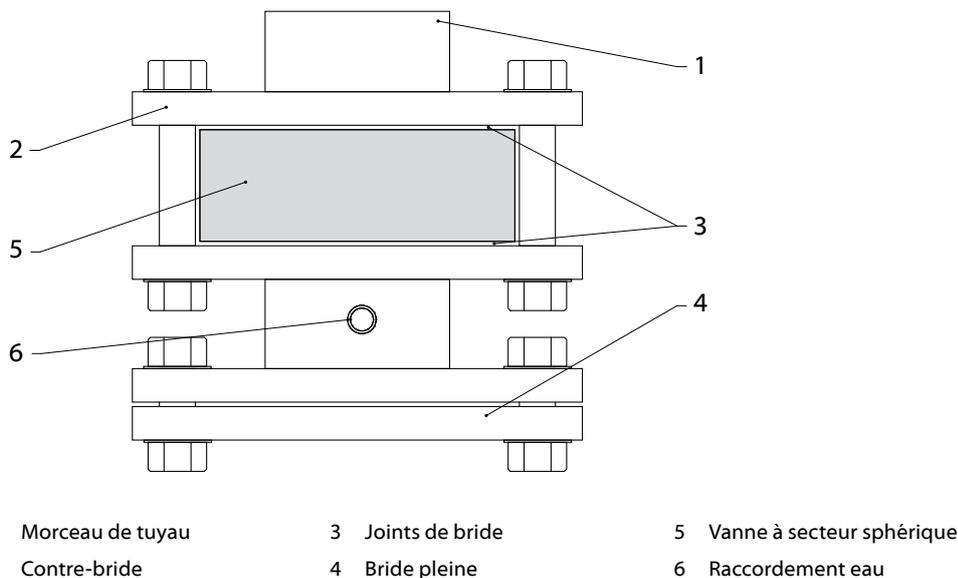

Fig. 6-11 Appareil de test d'étanchéité (schéma fonctionnel pour vannes sans brides)
1. La vanne à secteur sphérique peut être testée à l'aide d'un appareil de test, conformément à ce qui est indiqué sur la (→ Fig.6-11).